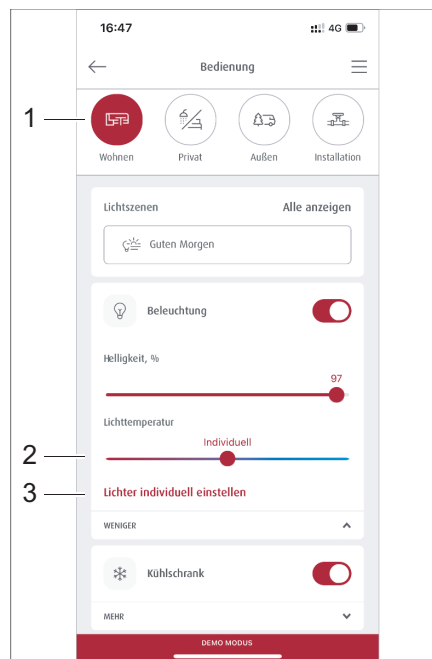
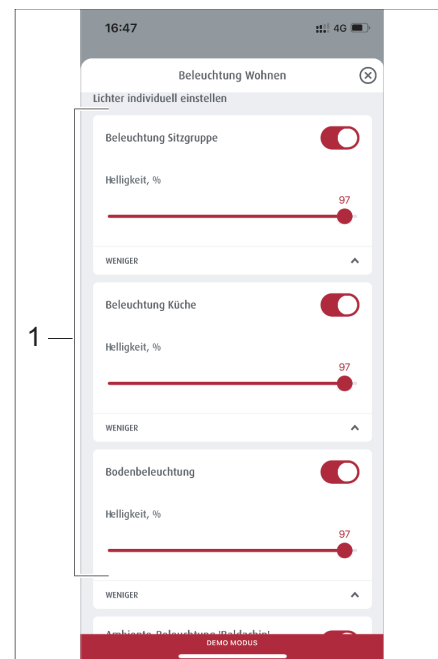

Bild 306 Auswahl vorgefertigter Szenarios
Bild 307 Verwaltung der Szenarios
- Im Menü *Bedienung* auf die Schaltfläche *Wohnen* (Bild 306,1) tippen.
- Im Menü *Wohnen* auf *Lichter individuell einstellen* (Bild 306,3) tippen.
Es öffnet sich das Menü *Lichter individuell einstellen* (Bild 307).
- In der Beleuchtungsauswahl (Bild 307,1) die gewünschte Beleuchtung auswählen und mit dem Schieberegler (Bild 306,2) die Lichttemperatur einstellen.